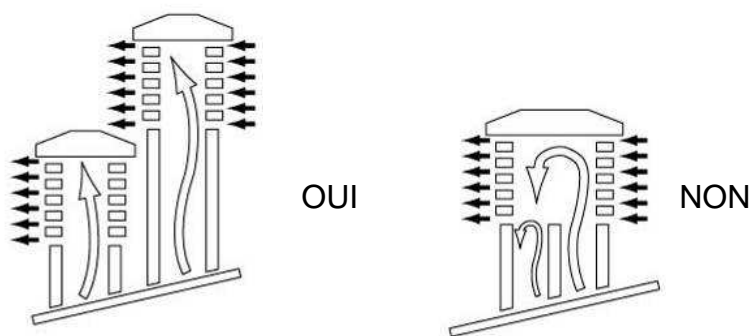

Fig.3
- Si des conduits de fumées à sorties parallèles sont utilisés, il est conseillé de lever d'un élément le conduit contrevent. (fig. 3).